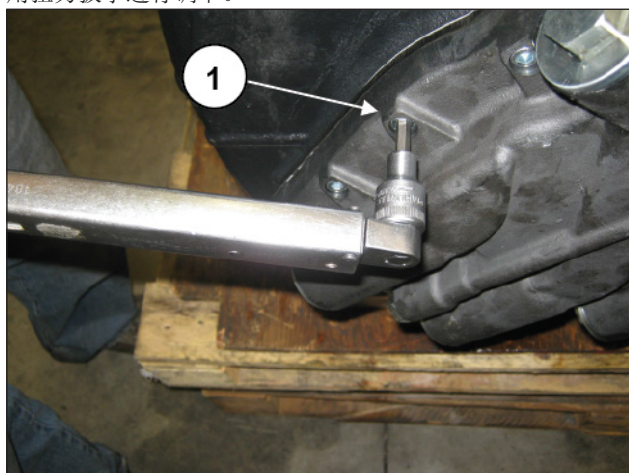

图 128
把 O-环 插入 机油 空气分离器 适配器 的 底座 (①, 图 128) 并检查 其 正确 定位。